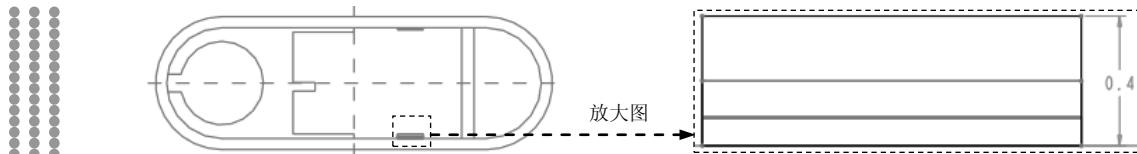

图 19.21 截面草图
(3) 进入草绘环境后,选取 MOLD_RIGHT 基准平面和 MOLD_FRONT 基准平面为草绘参考,利用“使用边”命令绘制图 19.21 所示的截面草图(截面为一矩形)。完成特征截面的绘制后,单击“草绘”操控板中的“确定”按钮 。
(4) 在操控板中选取深度类型 ,拉伸方向为指向坯料内部,然后输入深度值 1.0,并按 Enter 键。
(5) 在“拉伸”操控板中单击 按钮,完成特征的创建。